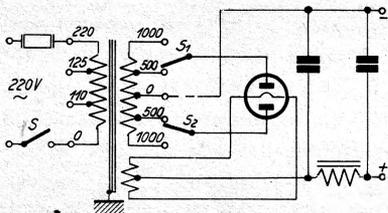
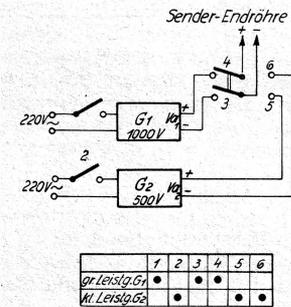

Abb. 3. Auch im Netzteil selbst kann eine einfache Leistungsregelung vorgenommen werden.
Abb. 4. Auch eine Lösung der Leistungsumschaltung: Zwei Gleichrichter G_1, G_2 verschiedener Leistung.
wirtschaftliche Methode der Leistungsverringerung ist nach Abb. 3 möglich. Mit Hilfe eines kombinierten Umschalters (S_1, S_2) wird die Anodenwechselspannung durch Umschaltung der angezapften Sekundär-Hochspannungswicklung des Netztransformators (T) verringert, so daß der Gleichrichter ausgangsseitig eine geringere Gleichspannung liefert. Es gibt leider keine Netztransformatoren mit zweifach unterteilter Sekundärwicklung, so daß wir uns in diesem Falle mit einstufiger Leistungsverringerung begnügen müssen. Beim Einbau der Leistungshalter dürfen nur widerstandsfähige Typen mit isolierter Achse Verwendung finden. Ferner ist auf unbedingt berührungssichere Montage an der Senderfrontplatte zu achten, da die umzufaltenden Spannungen u. U. lebensgefährlich werden können. Manchmal macht aber die besondere Ausführung des Gleichrichters eine Anodenwechselspannungs-Umschaltung unmöglich. Da fast auf jeder Amateurstation kleinere Ersatzgleichrichter vorhanden sind, ist es hier zweckmäßig, zur Leistungsverringerung in der Endstufe auf einen kleineren Gleichrichter umzufalten. Dazu benötigen wir einen fedschpoligen Schalter (Abb. 4), der den jeweiligen Netzstrom von G_1 und G_2 schaltet und die ausgangsseitige Gleichspannung U_{a1} und U_{a2} wahlweise an die Endstufe legt.